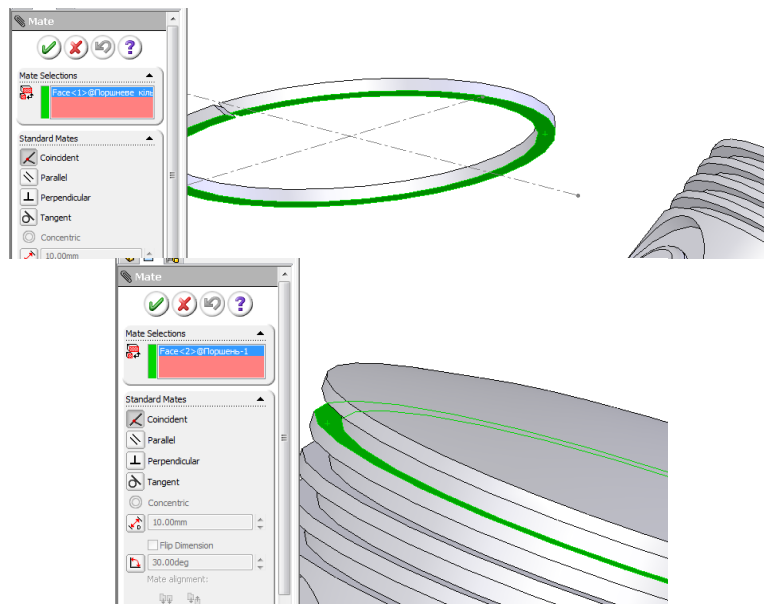

Рис. 7.3.6. Визначення положення поршневих кілець
4. Додайте в збірку поршневе кільце і за допомогою  **УСЛОВИЙ СОПРЯЖЕНИЯ (MATES)** вставте кільце у першу поршкову канавку (рис. 7.3.6-7).